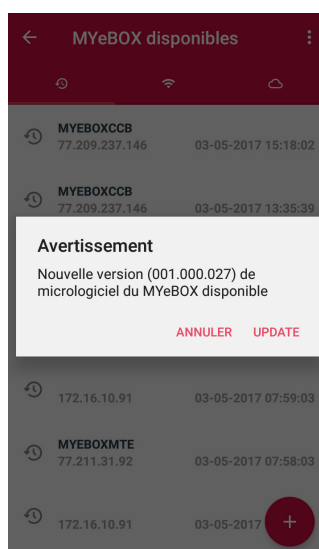

Figure 25: Écran de l'application MyEBOX indiquant une nouvelle version.
- 5.- Une fois que l'équipement est connecté à l'application, il faut vérifier s'il existe une version plus actualisée du micrologiciel de l'équipement. S'il existe une nouvelle version de micrologiciel, l'application montre le message de la **Figure 25**